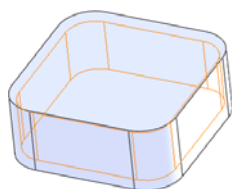
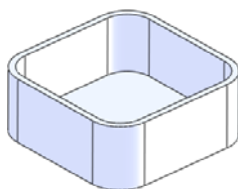

图 5-69 没有选择移除面
图 5-70 上表面被移除
-  移除的面：在图形区域中可以选择一个或者多个面，如图 5-69 所示为没有选择移除面抽壳，如图 5-70 所示选择上表面移除抽壳。